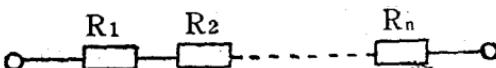

图1-2 电阻的串联电路
(1) 电阻的串联：两个或两个以上的电阻，一个接一个地联接一串，使电流只有一条通路，如图 1-2 所示。电阻串联电路的特点和规律是，各串联电阻中流过的电流是相同